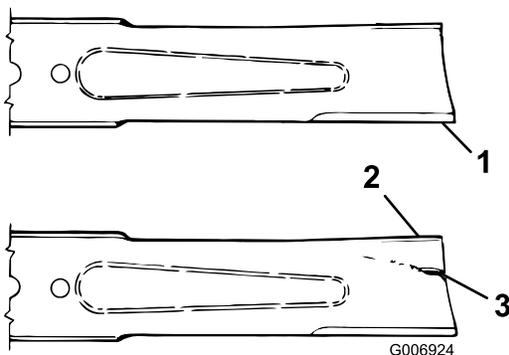

Bild 89
- Prüfen Sie die Schnittkanten des Messers sorgfältig, insbesondere dort, wo die geraden Flächen die gebogenen berühren (Bild 89).
- Da Sand und anderes reibendes Material das Metall abschleifen kann, das die flachen mit den gebogenen Teilen verbindet, müssen Sie das Messer vor jedem Einsatz der Maschine prüfen. Wenn Sie Abnutzungen (Bild 89) feststellen, sollten Sie das Messer austauschen, siehe Entfernen des Schnittmessers (Seite 72)
Wenn sich das Messer abwetzen kann, bildet sich ein Schlitz zwischen dem Windflügel und dem flachen Teil des Messers (Bild 89). Zuletzt kann sich ein Stück des Messers lösen und aus dem Gehäuse herausgeschleudert werden. Das kann zu schweren Verletzungen bei Ihnen selbst und Unbeteiligten führen.